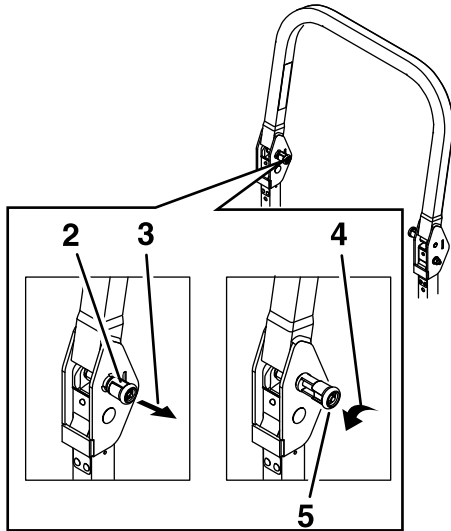

Figura 8
2. Tire de ambos pomos hacia fuera y gírelos 90 grados para desengranarlos (Figura 8).
3. Baje la barra antivuelco (Figura 8).